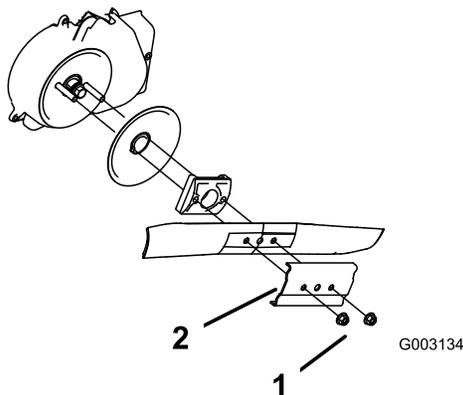

図 34
3. ブレードナット2個とスティフナを取り外す **図 34。**
4. ブレードを取り外す **図 34。**
5. 新しいブレードを取り付ける **図 34。**